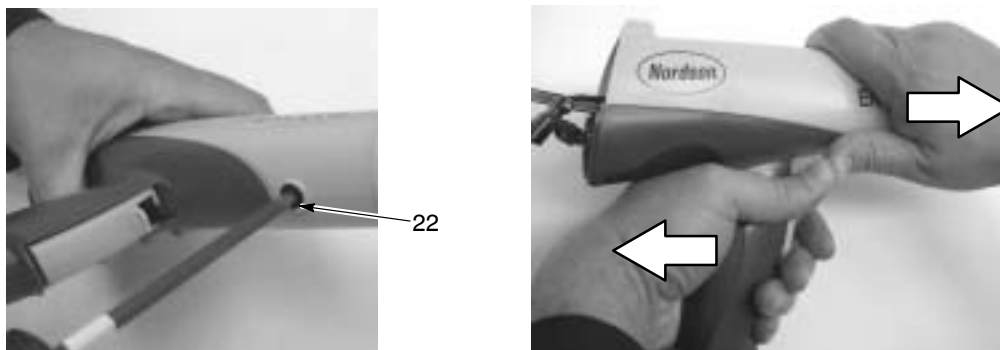

Рис. 6-2 Снятие корпуса распылителя с рукоятки
- См. рис. 6-2. Вывернуть черный нейлоновый винт (22) из корпуса распылителя.